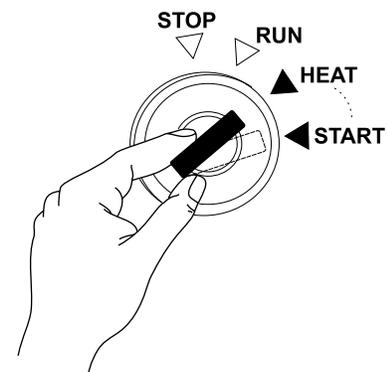

Figure 18. Interrupteur de démarrage (HEAT/RUN)
3. Tournez la clé de contact sur la position **HEAT** (Figure 18). Lorsque le voyant de préchauffage s'éteint, tournez la clé en position **START** pour démarrer le moteur. Dès que le moteur démarre, relâchez la clé. La clé reviendra automatiquement en position **RUN**.